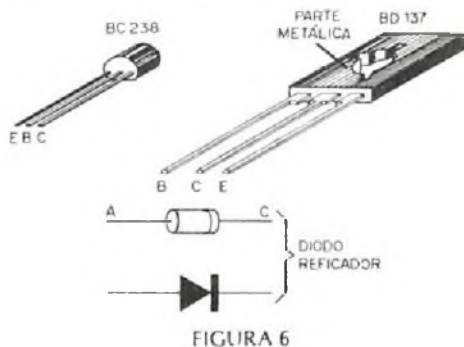
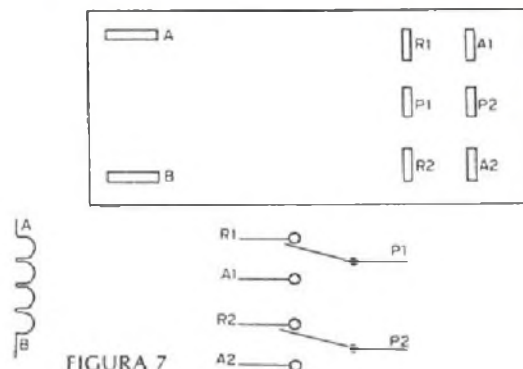
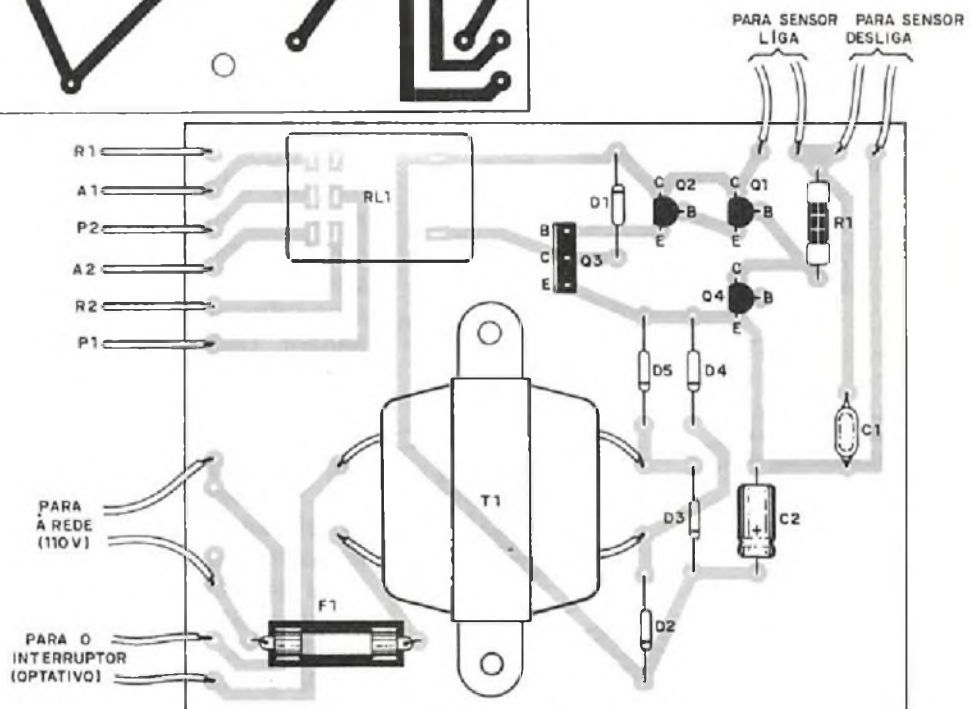

FIGURA 6
FIGURA 7
FIGURA 9
Para esses leitores, e outros que quiserem alterar a distribuição dos componentes por nós sugerida, podem recorrer à figura 6 onde são identificados os terminais dos semi condutores utilizados em nosso *interruptor eletrônico* e, caso venha a ser utilizado o mesmo relé que o do nosso protótipo (um ZA 020012 da 'Schrack'), a figura 7 mostra-o pelo lado de seus terminais bem como a simbologia adotada neste caso em particular.
Antes de confeccionar a placa é bom alvitre verificar se os componentes adquiridos têm as mesmas dimensões físicas que os utilizados em nosso protótipo; em caso negativo, fazer as devidas correções orientando-se pelo 'layout' da figura 9 onde observamos que para os capacitores C1 e C2 foram, propositalmente, destinados quatro furos propiciando várias combinações a fim de atender qualquer diferença de tamanho.
- os furos que irão prender o transformador T1 (figura 9) devem apresentar diâmetro ligeiramente superior a 1/8" para que neles possam ser inseridos os dois parafusos de 1/4" x 1/8" que irão prendê-lo;
Uma vez pronta a placa de circuito impresso resta-nos soldar os componentes, devendo iniciar pelos diodos (cuidado com a polaridade! Veja a figura 9) e resistor R1. O passo seguinte é a instalação do porta-fusível F1, relé RL1 e capacitores (obedeça a polaridade indicada no 'layout').
Os últimos componentes a serem instalados são o transformador (através de um par de parafusos de 1/4" x 1/8" com as respectivas porcas) e os transistores os quais não devem ser aquecidos em demasia quando da soldadura; ainda em relação a estes, a figura 9 mostra que os de pequena potência devem situar-se de forma que a "barriga" fique à direita do montador enquanto o transistor Q3 (o BD 137) deve apresentar o lado metálico à esquerda do montador.
Após ter-se "checado" toda a montagem e estando cientes que ela está mais do que "jóia" passaremos aos "periféricos" os quais não apresentam qualquer dificuldade: basta acompanhar o chapeado da figura 9! Quanto aos contatos do relé, designados por Pi (pólo), Ai (contato ativo) e Ri (contato em repouso ou aberto), o leitor deve orientar-se pela figura 7 tendo em mente o que pretende comutar e de que forma (as figuras 3 a 5 fornecem
A última tarefa é a construção do par de sensores designados por 'LIGA' e 'DESLIGA' (vide figuras 1 e 2 ou figura 9). A tarefa é bem simples: basta utilizar duas pequenas plaquetas do tipo semi-acabadas ('Maliboard' ou similar) conforme é mostrado na figura 10. Outra opção consiste em submeter duas 'plaquinhas' (dimensões não superiores a 3 x 3 cm) ao processo de corrosão a fim de obter um par de filetes de cobre o mais próximo entre si e na maior extensão possível, tendo por objetivo o contato por toque em qualquer posição – os desenhos da figura 11 dão uma idéia.